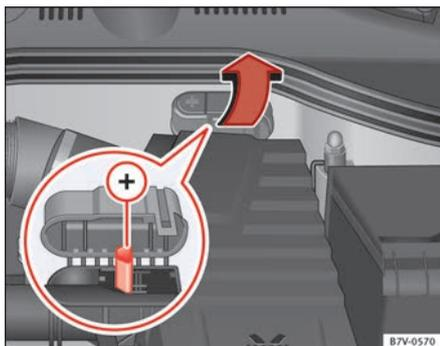

Abb. 215 Im Motorraum: Starthilfepunkt Pluspol (+).
- Gegebenenfalls im Motorraum die Batterieabdeckung öffnen ⇒ Seite 300 bzw. Kappe des Pluspols¹⁾ in Pfeilrichtung zur Seite klappen ⇒ Abb. 215.
- Ein Ende des *roten* Starthilfekabels an den Pluspol ⇒ Abb. 216 ⊕ bzw. ⇒ Abb. 215 ⊕ des Fahrzeugs mit der entladenen Fahrzeugbatterie ⊕ anklernen ⇒ △.